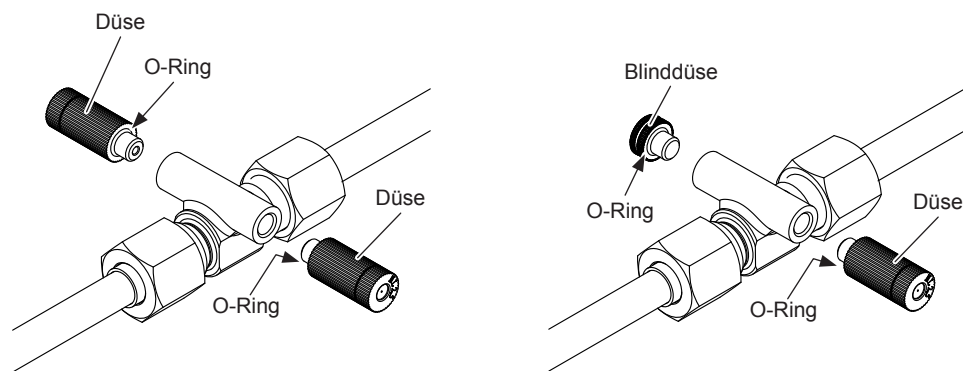

Abb. 22: Düsen einbauen
3. Schrauben Sie die Düsen, wie in Abb. 22 gezeigt, in die Düsenadapter des Verneblers Condair Vita Line ein und ziehen Sie die Düsen von Hand fest.
Wichtig: Düsenöffnungen, die zur Wand weisen, müssen mit einer Blinddüse verschlossen werden (siehe Abb. 22, rechts).